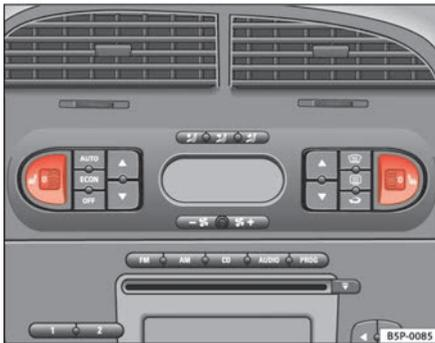

Abb. 96 Rändelräder für die Sitzheizung der Vordersitze
- Drehen Sie das jeweilige Rändelrad ⇒ **Abb. 96**, um die Sitzheizung einzuschalten. In Grundstellung **0** ist die Sitzheizung ausgeschaltet.